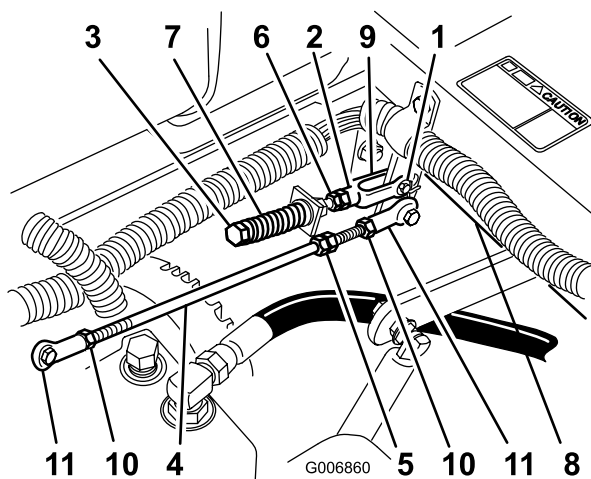

Figura 62
1. Afloje las contratuercas de la articulación esférica de la varilla de control de la bomba (Figura 62).
- Ajuste la longitud de la varilla de la bomba girando las tuercas dobles de la varilla, en el sentido apropiado, hasta que la rueda quede estacionaria o se mueva muy lentamente en marcha atrás (Figura 62).
- Apriete las contratuercas de las articulaciones esféricas (Figura 62).